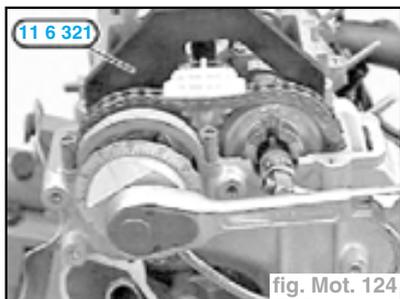

fig. Mot. 124
- Serrer au couple avec l'outil **00 9 120** le pignon de l'arbre à cames d'échappement (fig. Mot. 124).